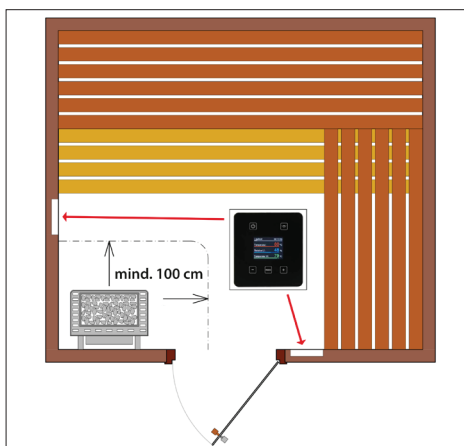

fig. 7
**Attenzione:** in fase di montaggio dell'unità di comando, rispettare la distanza minima dalla stufa pari a 1000 mm (fig. 7).